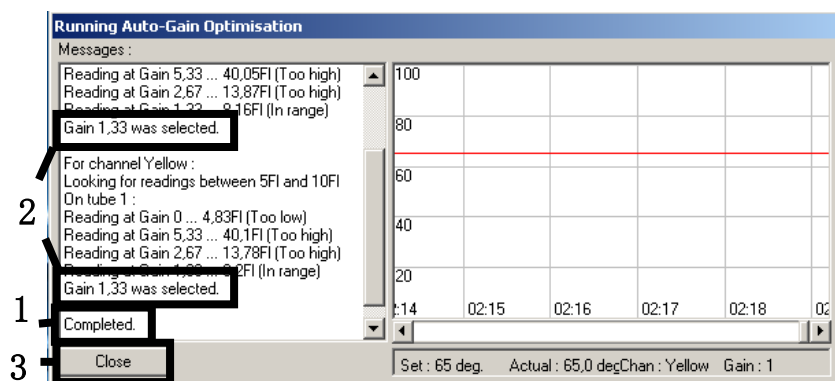

図 4.ゲイン最適化の完了ゲイン値 (この場合、両方の蛍光チャンネルを対象とした1.33) を確認します。
4. 新しい [Running Auto-Gain Optimisation (自動ゲイン最適化の実行)] ウィンドウが開きます。ウィンドウ (図4) に [Completed (完了)] が表示されるまで待機します。両方のチャンネル用に選択したゲイン値を書き留めてから、[Close (閉じる)] をクリックします (図4)。